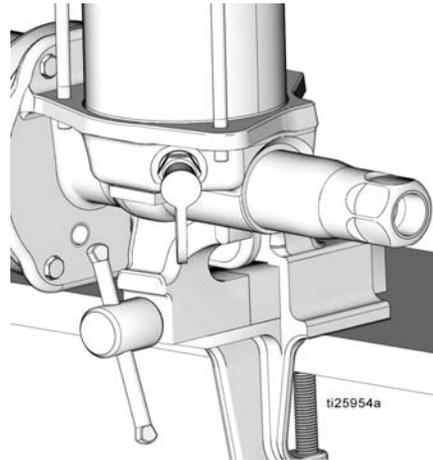

图 11
6. 在老虎钳中夹紧泵底座，如图 11 所示。使用软老虎钳或将布放入老虎钳卡爪中，保护泵底座的表面。